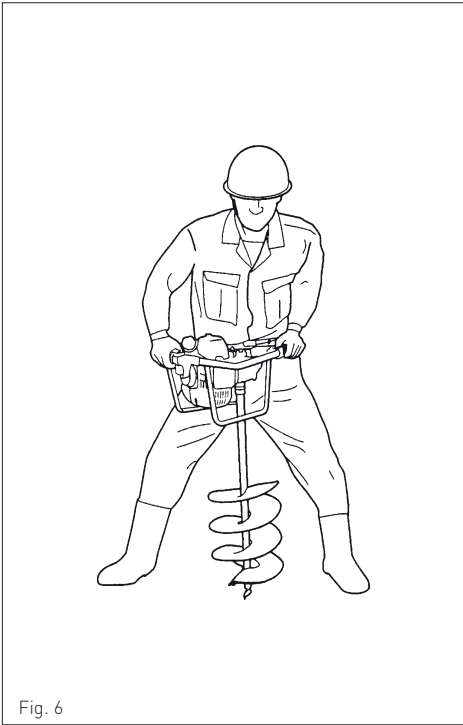

Fig. 6
- (7) Mantenha uma pega firme com uma postura ampla e segure o punho com as duas mãos. A máquina pode ressaltar ao atingir pedras ou raízes de árvores. Segure sempre com firmeza para ter controlo (Fig.6). Comece a perfurar com com velocidade média e aumente gradualmente para que a máquina possa chegar ao solo sem problemas. Quando a máquina estiver presa no solo, desligue o motor e rode no sentido contrário aos ponteiros do relógio.